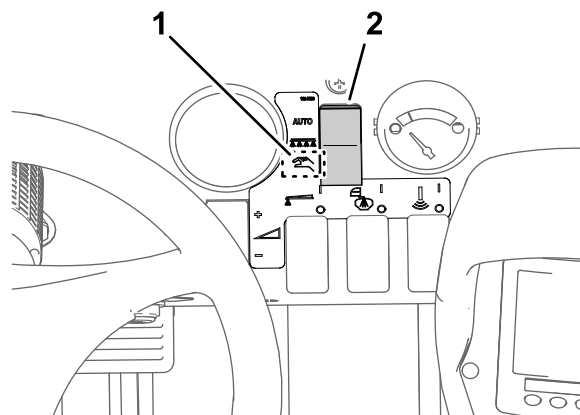

Figure 43
2. Placez le sélecteur de mode du pulvérisateur en position Mode manuel (Figure 43).